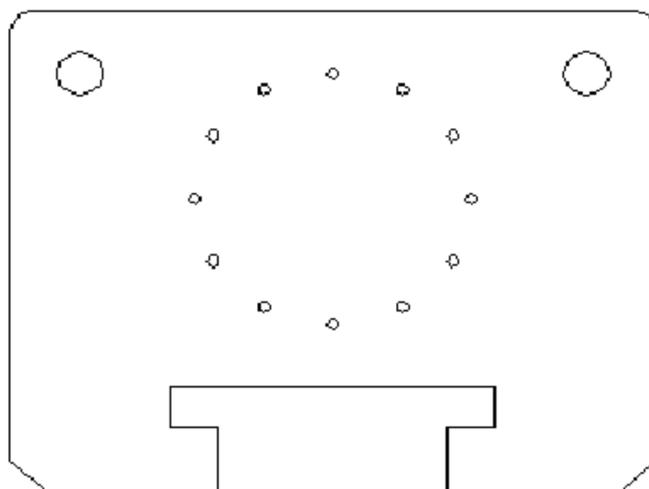

Рис. 4
Сейчас мы создадим отверстия в углах пластины и группу отверстий в её центре (см. рис.4). при выполнении этого задания вы поймёте, как максимально эффективно осуществляется черчение нескольких одинаковых объектов.
10. Нажмите кнопку *Preview (Просмотр)*. Произойдёт переход в область черчения, и вы увидите, какой массив создали. Окно *Array* будет содержать только три кнопки, с помощью которых вы можете принять установки массива, изменить их или отменить команду. Если результат вас устраивает, нажмите кнопку *Принять (Accept)*. Сравните полученный чертёж с представленным на рис.4.